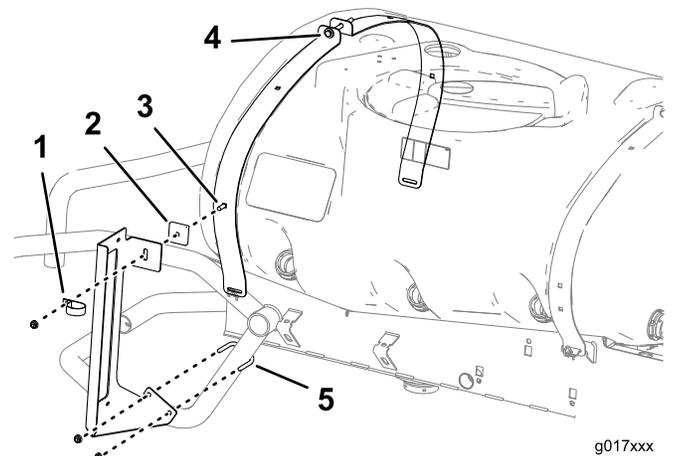

Figura 1
1. Desaperte o parafuso na parte superior da cinta (Figura 1).
2. Coloque o parafuso de carroçaria através da cinta da correia do depósito do pulverizador (Figura 1).
3. Deslize o espaçador para o parafuso e coloque o suporte no parafuso como se mostra em Figura 1.
5. Coloque a cavilha em U na máquina como se mostra em Figura 1.